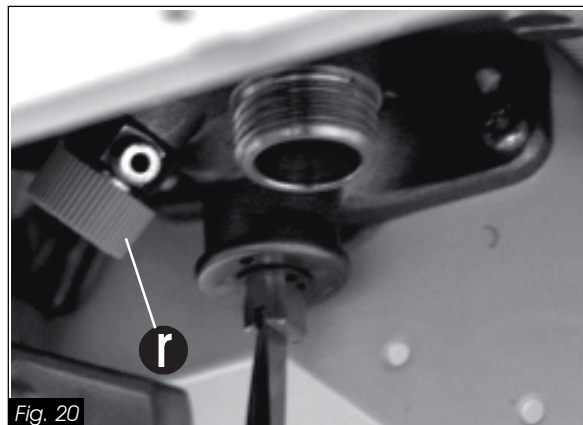

Fig. 20
- Faire une prise d'air en ouvrant par exemple, un purgeur de l'installation ou la vis de vidange (r fig. 20) de la chaudière.